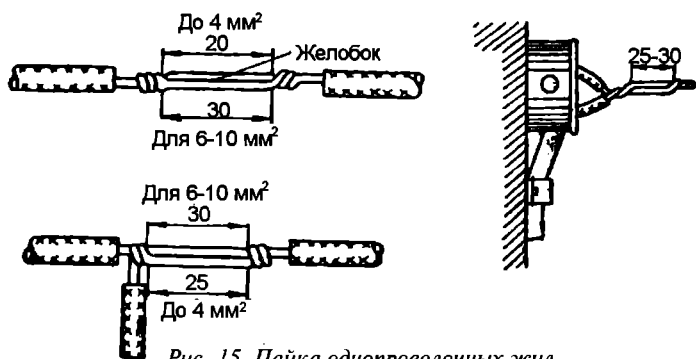

Рис. 15. Пайка однопроволочных жил
- с концов соединяемых проводов снять изоляцию, после чего оголенные жилы зачистить до металлического блеска и соединить внахлестку двойной скруткой с образованием желобка в месте касания жил. Длина желобка для соединения и ответвления при различных сечениях жил указана на рис. 15;